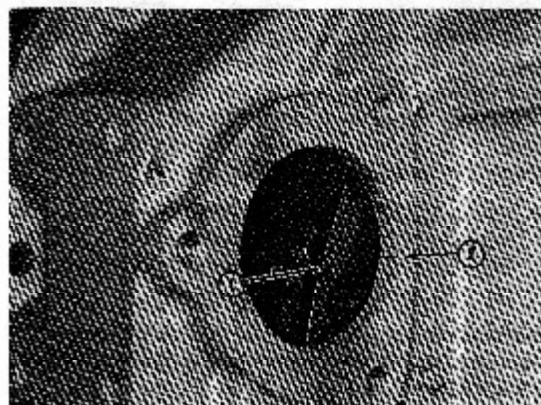

Рис. 2-60. (K21918). Метки для регулировки клапана на правой стороне маховика и кожухе – КТ/КТА38.
- Если застопорить двигатель справа от маховика, нужно совместить метку VS на кожухе «A» (1, Рис. 2-60) с риской 2, видимой в отверстие «A» на кожухе маховика.